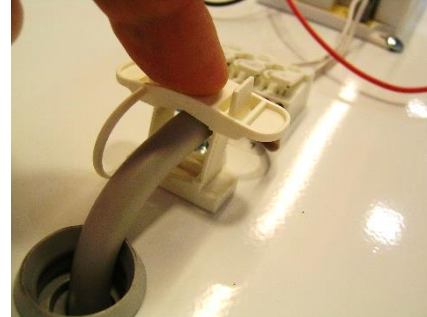

Fig. 5
6. Bloccare il cavo utilizzando il fermacavo (fig.5).